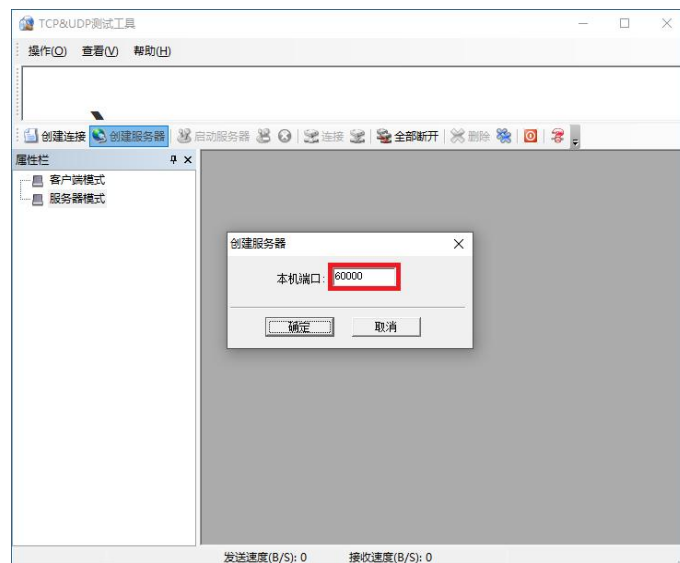

图 17-6 网络参数设置界面
(2) 在电脑AA上打开“TCP&UDP 测试工具”，选择创建服务器，本机端口号设置为60000，如图 17-6 所示，然后点击创建。